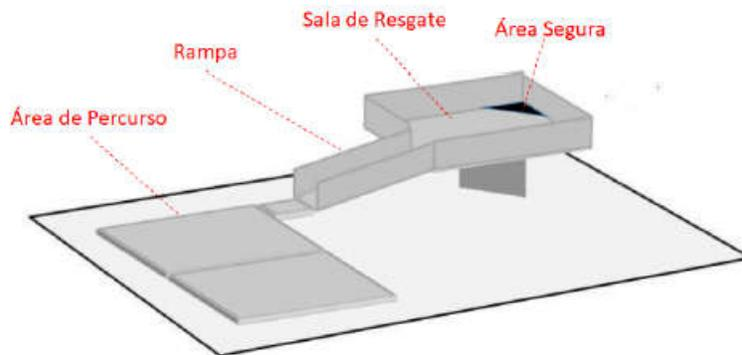

Figura 1: Partes principais de uma pista de competição..
- VIII. Cada pista é constituída de: Área de Percurso (AP); Rampa; e Sala de Resgate (SR) que envolve uma Área Segura (AS) para onde a Vítima (bola de isopor com 5cm de diâmetro, revestida com papel alumínio) deve ser resgatada. A Figura 1 ilustra uma pista de competição envolvendo os elementos AP, Rampa, SR e AS.